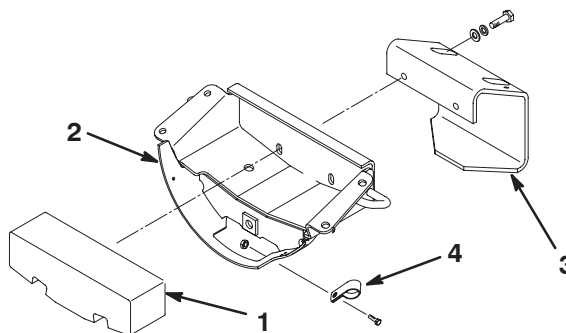

**Bild 3**
1. Nehmen Sie die Splints und Muttern von den Kugelgelenken der Zugstange ab. Setzen Sie die Kugelgelenke in das hintere Loch jedes Achsenlenkarms. Setzen Sie die Kugelgelenke von der Unterseite jedes Lenkarms ein (Bild 3).